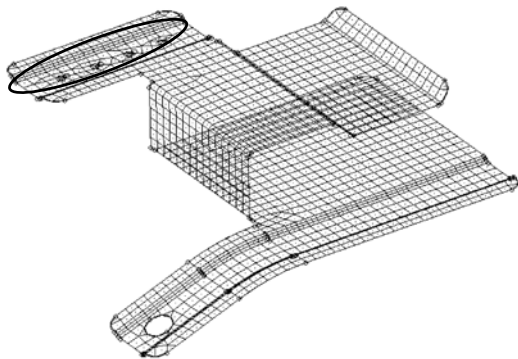

图 4-11 模型中符合搜索条件的小孔位置
(1) 通过以下任一种方式进入 Defeature 面板。
(2) 进入 pinholes 子面板。
(3) 在 diameter 栏中输入 3.0。
(4) 选择 `surfaces>all`。
(5) 单击 `find`，寻找直径小于或等于 3 的小孔。如图 4-11 所示，符合条件的圆孔中心将以高亮 xP 符号显示。